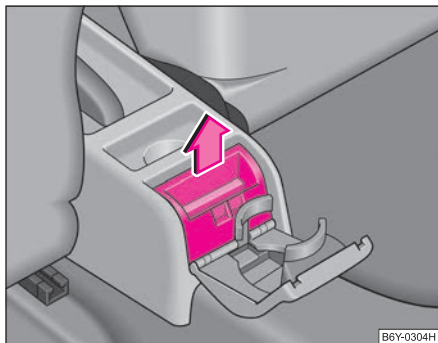

Fig. 71 Consola centrală: Scrumiera din spate
- Rabatați capacul scrumierei și scoateți scrumiera în sus, în sensul săgeții ⇒ fig. 71.